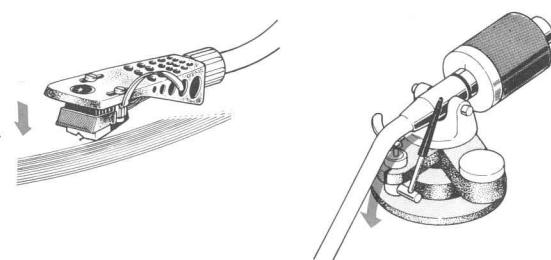

図13
- ⑤ ヘッドシェルの指かけを持ってトーンアームをアームレストから外し、レコードの上に持っていきます。
- ⑥ アームリフターを下に倒しますとトーンアームが静かに盤面に下がり、レコード演奏が始まります。(図13)